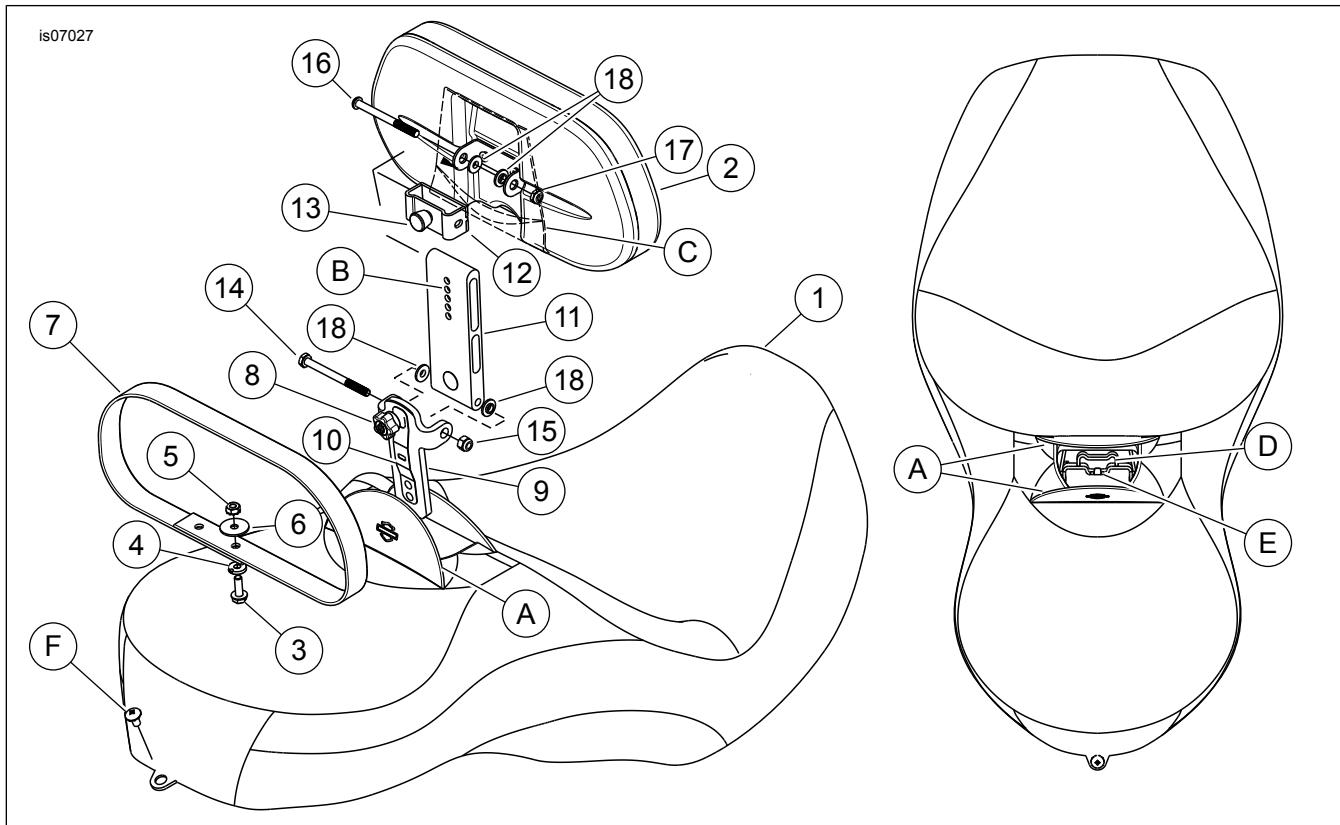

Abbildung 5. Ersatzteile: Dyna-Sitz mit Fahrerrückenlehnen-Satz
Siehe Abbildung 5 und Tabelle 1.
2. Siehe Abbildung 5. Sitz mit der Originalschraube (F) sichern.
1. Siehe Abbildung 5. Die Laschen (A) mit Haken und Schlaufe am Sitz (1) öffnen.
2. Die Rückenlehnenbaugruppe (2) mit dem Polster nach vorne zeigend in den Schlitz (D) unter den Laschen einsetzen.
3. So weit hinein schieben, bis die Feder (10) in die Zunge (E) im Sitz eingreift und die Rückenlehne verriegelt.
1. Siehe Abbildung 5. Die Lasche (C) an der Rückseite der Rückenlehne (2) anheben, bis die Federstifthalterung (12) frei zugänglich ist.
2. Den Federstift (13) an der Rückseite der Rückenlehne herausziehen und die Rückenlehne auf die gewünschte Höhe einstellen.
3. Den Federstift loslassen und überprüfen, ob er in einem der Positionierungslöcher (B) einrastet.
Siehe Abbildung 5. Die Rückenlehne kann nach vorne geklappt werden, damit einfach auf das Motorrad aufgestiegen bzw. von diesem abgestiegen werden kann.
1. Siehe Abbildung 5. Die Laschen (A) mit Haken und Schlaufe am Sitz öffnen.
2. Die Feder (10) gegen die Rückenlehnenhalterung (9) drücken, bis die Feder aus der Arretierzunge (E) austrastet.